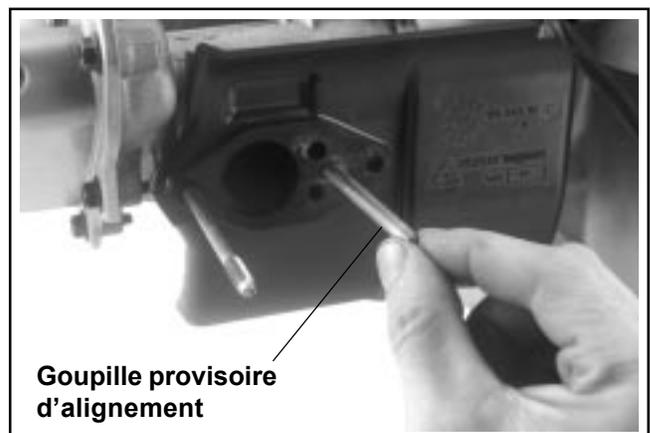

Figure 10-54. Insertion d'une goupille d'alignement
4. **Modèles avec seulement une vis et une butée de montage :** Insérer une tige de 3/16" de diamètre et d'une longueur d'environ 4" dans le trou de montage ouvert du déflecteur thermique. Cette tige va être provisoirement utilisée comme goupille d'alignement. Voir la Figure 10-54. Ne pas forcer la tige afin de ne pas endommager ses filets.